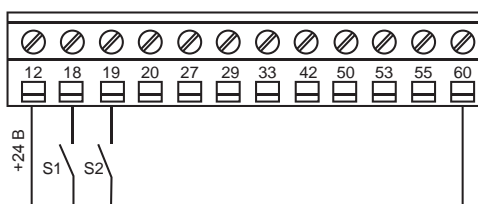

Рис. 1. Схема подключения кнопочного поста ПЧВ1/ПЧВ2
- » импульсный пуск (форсированный) при кратковременном замыкании S1 с замкнутым S2 (рис. 1);